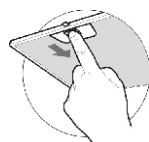

рис. 4
- снимите алюминиевый фильтр (рис. 4);
8.3 Для очистки алюминиевого фильтра извлеките его из вытяжки (рис. 4) и произведите очистку с помощью щетки горячим водным раствором нейтрального моющего средства вручную или в посудомоечной машине (при 60°C).